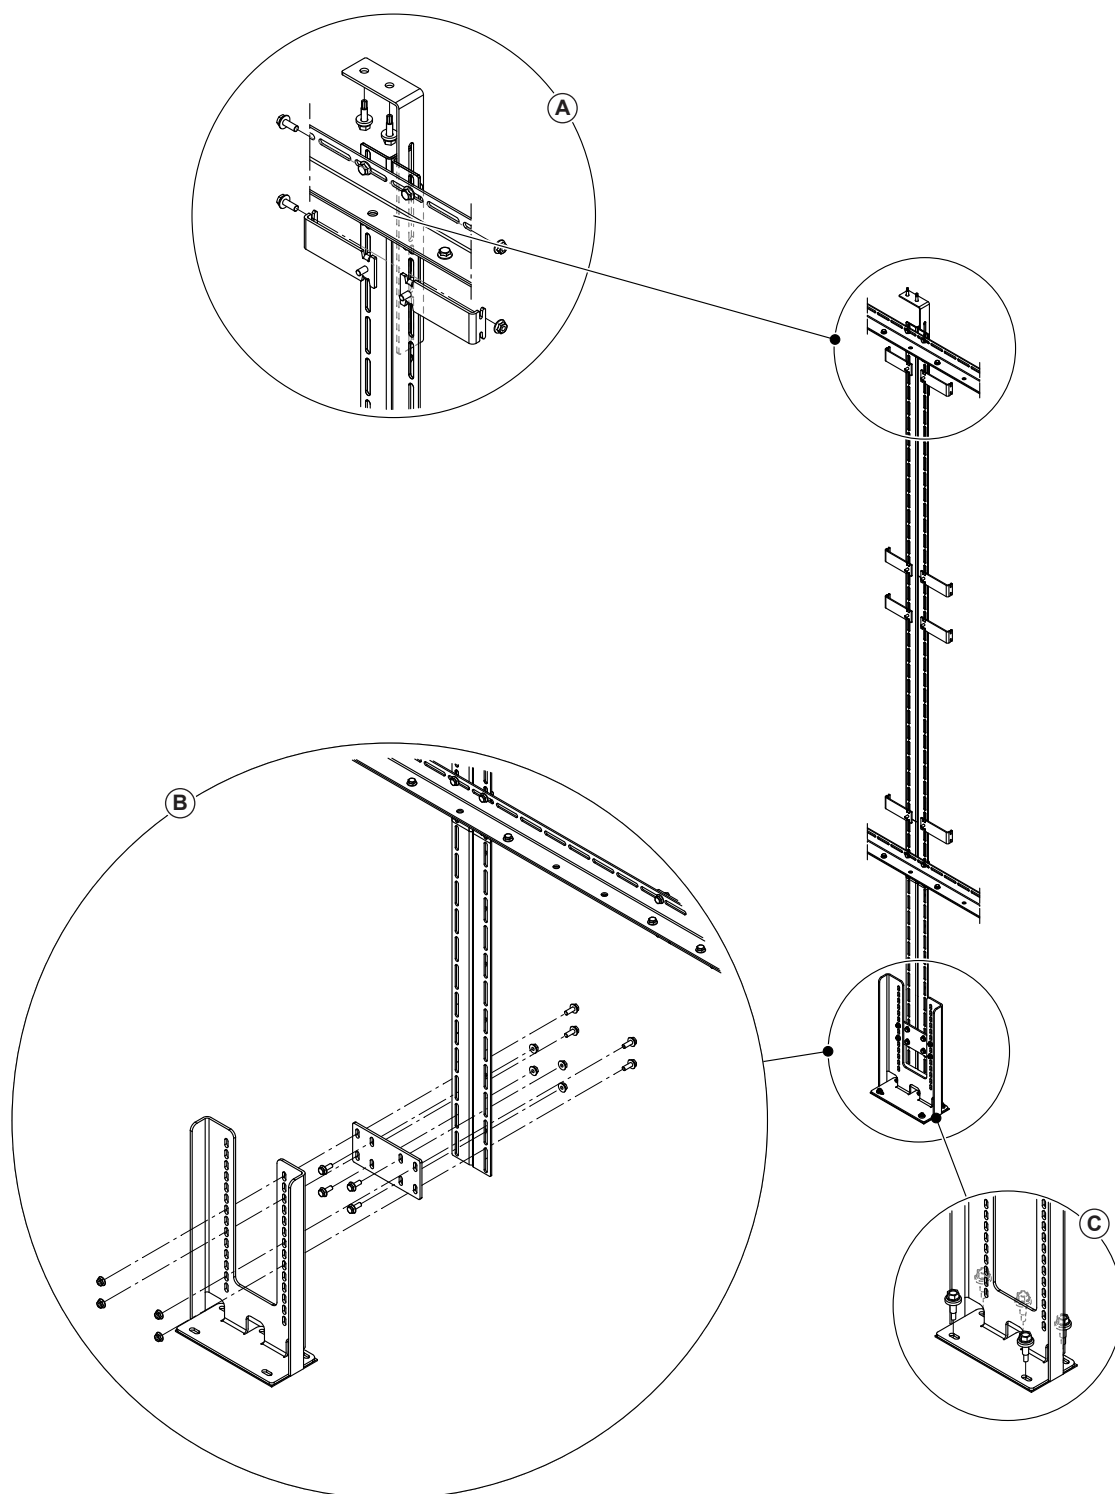

Fig. 29: Onderste steunpoot en hoekijzer aan de middelste verticale steun monteren
- Indien nodig de twee schroefverbindingen waarmee het hoekijzer aan de verticale steun bevestigd is, losmaken en de hoekijzers naar boven tot tegen het kanaalplafond verschuiven en de twee schroefverbindingen opnieuw vastdraaien (zie detail A in Fig. 29).
- Het hoekijzer van de verticale steun met twee boorschroeven 6,3 x 25 mm aan het kanaalplafond bevestigen (zie detail A in Fig. 29).
- Bevestigingsplaat van de steunpoot op de overeenkomstige plaats met telkens vier schroeven M6 x 16 mm en moeren (meegeleverd) onder aan de verticale steun bevestigen. Schroeven slechts licht vastdraaien (zie detail B in Fig. 29).
- Steunpoot met vier schroeven M6 x 16 mm en moeren (meegeleverd) aan de bevestigingsplaat bevestigen. Schroeven slechts licht vastdraaien (zie detail B in Fig. 29).
- Steunpoot tot het uiterste toe naar beneden tegen de kanaalbodem schuiven en met vijf boorschroeven 6,3 x 25 mm aan de dwarsbalk/reservoirscheiding vastschroeven (zie detail C in Fig. 29).